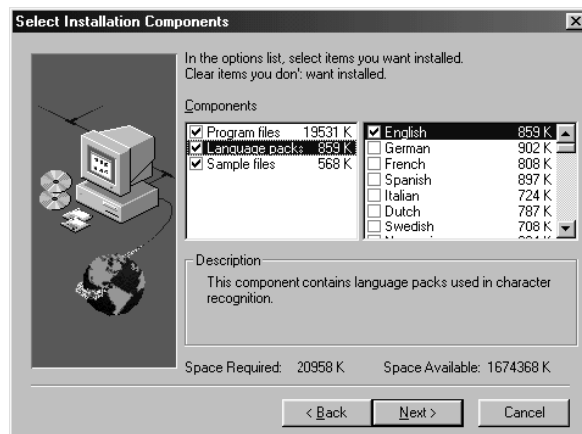

Figure 30 : sélection des langues
5. Cliquez sur 'Next' pour poursuivre l'installation. La Figure 30 est affichée.
6. Cliquez sur 'Language packs' pour sélectionner les langues à utiliser (Figure 30).